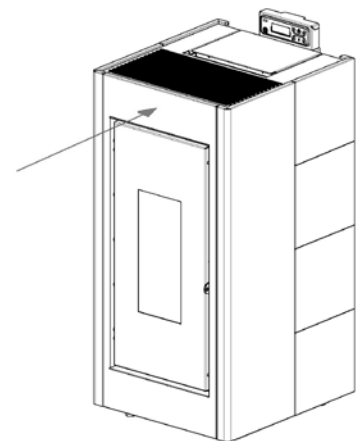

Fig. 39 - Die vordere Platte erneut positionieren
- Die vordere Platte erneut positionieren (siehe **Fig. 39**).